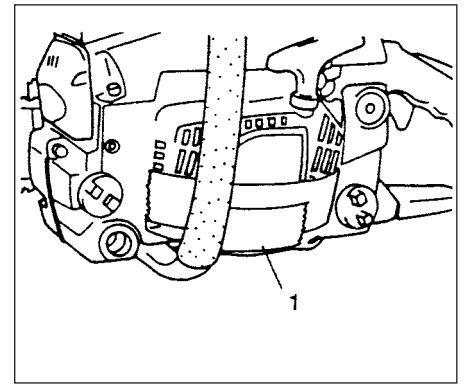

Fig.3-12B
När enheten används i mycket kall väderlek, uppmanas Du att täcka för springorna på den nedre halvan av tändningsstartaren med skarvband (1) så att snö och damm inte kommer in i fläkthuset. (Fig. 3-12B)